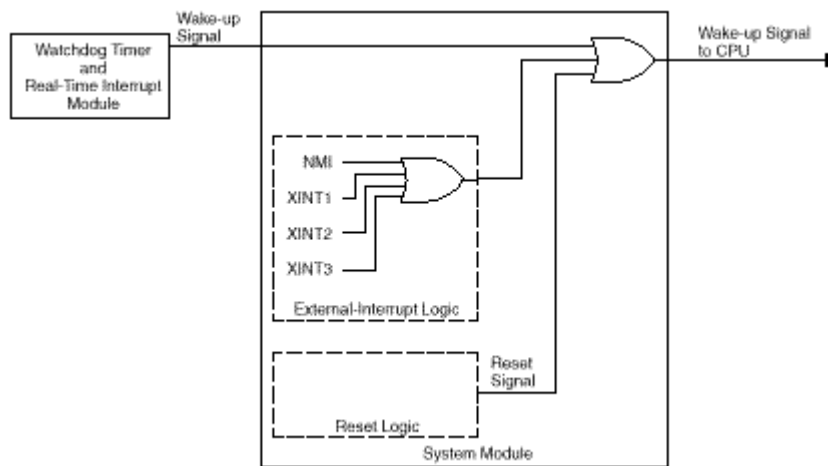

图7 从掉电 (power-down) 状态唤醒器件
* PDPINT。此中断是为电源变换器（power converter）和电机驱动的安全操作而提供的。这种可屏蔽中断可把定时器和PWM输出引脚置为高阻抗状态并在电机驱动异常情况（例如过压、过流以及超常温度上升）下通知CPU。PDPINT是2级中断。图7表示从掉电（power down）方式唤醒的序列。